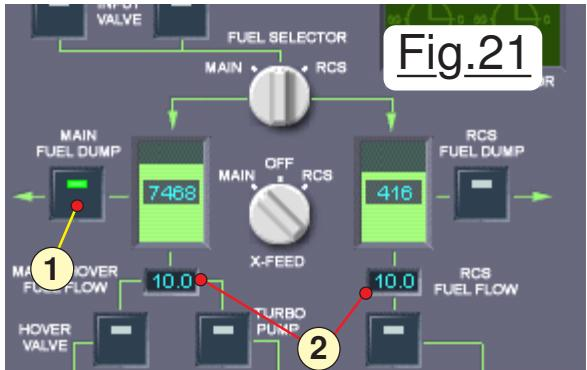

Fig.21
Il faut que la zone **FUEL ENGINE SYSTEM** soit alimentée en énergie électrique. La Fig.21 présente une vidange simultanée des deux réservoirs car **X-FEED** est basculé vers **MAIN**. Ceci étant précisé, il vaut mieux avoir de la réserve pour les RCS et conserver leur réservoir au minimum à 40%. Il y a vidange car la valve **1** est ouverte. On note également sur les deux **FUEL FLOW** en **2** un débit positif alors que les valves des moteurs sont fermées. La vidange se produit en toutes circonstances, que l'on soit au sol, accouplé ou en orbite, voire en vol atmosphérique. Si le pilote maîtrise parfaitement les retours, une fois la poussée de désorbitation effectuée on peut vidanger en dessous de 10% sur le réservoir principal, pour alléger au maximum la machine. Par contre, si le point de retour est un peu aléatoire, en rester au maximum toléré pour pouvoir voler avec les moteurs et regagner une base, ou tout au moins la terre ferme et avoir la possibilité d'effectuer un posé vertical.
**L**a poussée de désorbitation est cruciale. Exécutée au mauvais moment, on loupe le continent ! Trop forte, on plonge et on grille dans l'atmosphère. Trop faible, on se fait un petit ricochet sur les couches denses de l'atmosphère et selon notre vitesse, on fait du saute mouton ou l'on quitte carrément la Terre. Il faut donc calculer avec précision l'instant et la durée de ce freinage pour espérer arriver sur la base choisie. Dans ce but, il existe des outils incontournables comme **Base Sync**, et des tutoriels très bien faits. Ici nous n'aborderons que les aspects du pilotage du DG4, et à ce titre on va se contenter du minimum opérationnel. Toutefois, avant de passer à la pratique, un petit zeste de théorie s'impose, il est impératif que vous preniez le temps de lire en fin de ce tutoriel le chapitre **ANNEXE : RETOUR ATMOSPHERIQUE**. Bon, maintenant que c'est fait, on peut passer à la pratique. Soit vous avez sauvegardé la situation qui se présentait à la fin de la leçon n°8, soit vous chargez celle que je vous propose et qui porte le nom : **05) Préparation Désorbitation effectué.scn**. Le DeltaGlider IV possède deux programmes de rentrée atmosphérique, mais ils fonctionnent uniquement si la désorbitation est achevée. C'est parti, on va expérimenter la chose. Cette phase de notre qualif sur DG4 nous offre l'opportunité d'apprendre à se servir de l'automatisme de gestion du moteur orbital. Considérons la Fig.24 ci-contre. (*Surtout évitez de me faire remarquer que je suis passé directement de Fig.21 à Fig.24, car ainsi je saurai que vous n'avez pas lu l'annexe !*) Elle représente "l'AUTO BURN" du DG4 qui se trouve sur le **lower panel** en bas à gauche. La zone **1** permet de définir la durée de la combustion. En **2** les flèches latérales permettent de choisir le pourcentage de puissance. Dans la zone **3** on précise une temporisation entre le moment où on activera le programme avec le bouton **4** et la mise à feu. Durant cette dernière le voyant **5** clignote en bleue et en orange. Pour notre expérience, programmez une durée de 30 secondes, une puissance de 40% et un délai de 5 secondes. Passez sur le **Middle panel**. Validez l'automatisme **RETRO Grade** et attendez que le vaisseau soit correctement